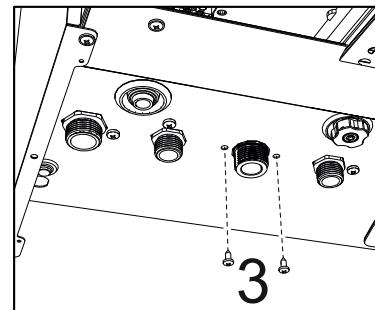

fig. 52 -
- Svitare le viti "3" ("fig. 52 -")